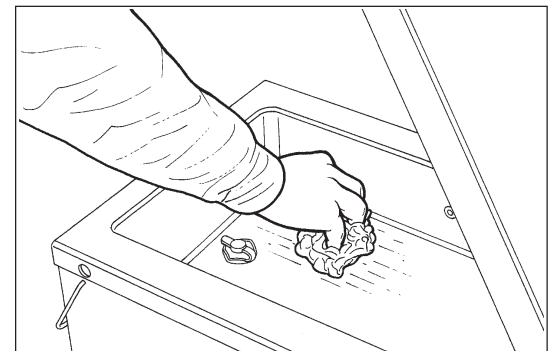

Abb. 5
- 6) Putzen Sie mit einem in Reinigungs- bzw. Desinfektionslösung getränkten weichen Tuch den Boden und die Seitenwände der Vakuumkammer (Abb. 5); gehen Sie zum Einbau nach der Reinigung in umgekehrter Reihenfolge vor.